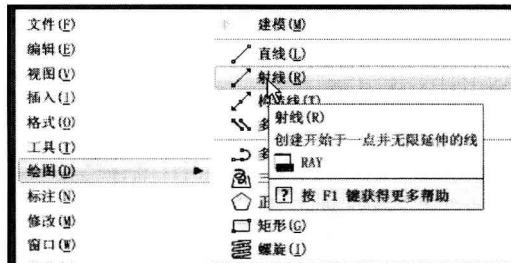

图 1-10 下拉菜单法
- 下拉菜单法：下拉菜单也是一种比较实用的方法。例如要执行绘制“射线”命令时，在图标按钮中找不到此命令，可以单击菜单浏览器里的“绘图”菜单，弹出如图 1-10 所示的下拉菜单，单击其中的“射线”，就可以执行绘制射线命令。AutoCAD 的大多数命令都可以在对应的下拉菜单中找到。